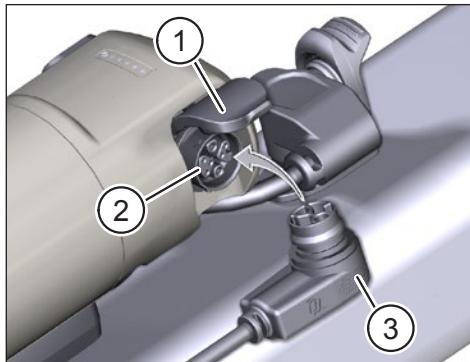

Fig. 9: Opladen van de Range Extender
- ▶ Klap het deksel (Pos. 1 in Fig. 9) op de laadpoort van de range extender open.
- ▶ Controleer of de contacten in de laadpoort (Pos. 2 in Fig. 9) vrij zijn van vuil en reinig ze indien nodig.
- ▶ Steek de oplaadstekker (Pos. 3 in Fig. 9) van de oplader in de oplaadpoort van de Range Extender.